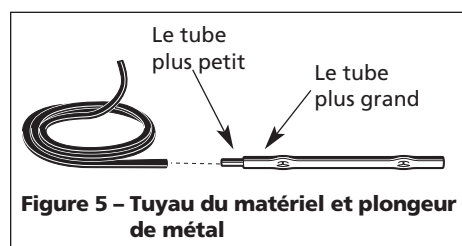

Figure 5 - Tuyau du matériel et plongeur de métal
- S'assurer que le tuyau du matériel est bien branché au tube plus petit (sans toucher le tube plus grand) du plongeur de métal (voir Figure 5).